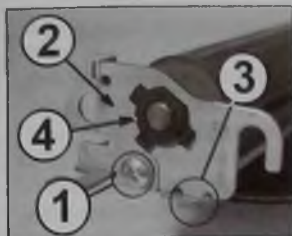

Рис. 48
1. Располагают узел левой стороной к себе, резиновым валом вверх. Откручивают винт (1 на рис. 48) крепления левого кронштейна (2) резинового вала к основанию.
2. Приподнимают левую сторону кронштейна вверх, перемещают его вправо до выхода выступа на правой стороне кронштейна из паза (3) на основании. Далее перемещают кронштейн к себе и снимают его с основания узла. При снятии левого кронштейна бушинг (4) остается на металлической оси резинового вала.